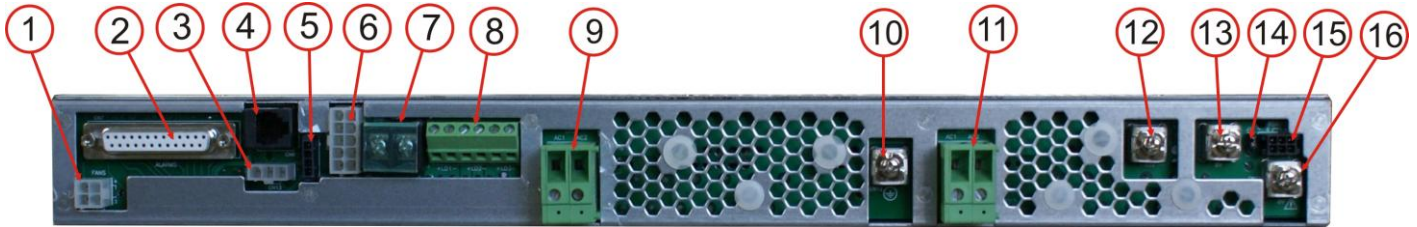

Figura 15 – Conexões elétricas.
O borne de carcaça (figura 15, marcador 10) deve ser conectado diretamente a malha de terra através de cabo de 2,5mm² (cor verde/amarelo e terminal forquilha apropriado).
O aterramento do 0V (+BT) deve ser realizado através de cabo de 2,5mm², cor verde/amarelo e terminal forquilha apropriado entre o borne de 0V (figura 15, marcador 16) e um ponto de aterramento. Esta conexão torna a saída SELV (Safety Extra Low Voltage).
Permite a instalação de até 3 consumidores através de bornes (figura 15, marcador 8). Estes bornes permitem a conexão de cabos flexíveis de até 4mm² sem o uso de terminais ou 2,5mm² com terminais agulha ou tubular, que devem ser instalados de acordo com a tabela abaixo (cor azul para polaridade negativa ("-") e cor vermelho para polaridade positiva ("+")).
Uma saída direta do barramento CC (saída das UR(s)) é disponibilizada através de uma barra de conexão (figura 15, marcadores 12 e 13) para casos em que exista a necessidade de instalação de um número maior de consumidores.
As entradas de alarmes reservas e os alarmes de contato seco são disponibilizados através do conector tipo DB25 fêmea no back-plane (ver figura 15, marcador 2) de acordo com a tabela apresentada no item 3.6. Um conector macho com kit de retenção é disponibilizado para cada sistema. Caso necessário, é permitido o agrupamento entre eles para simplificação dos alarmes emitidos (configuração série para contatos NA dos alarmes integrados ou paralelo para NF).
O cabo sensor de temperatura para o banco de baterias (PL-96/2m de comprimento) deve ser instalado no conector RJ11 (figura 15- marcador 4) e seu sensor fixado próximo ao monobloco de bateria mais quente.
O cabo sensor de temperatura ambiente (PL-96A/2m de comprimento) deve ser instalado no conector Mini-Fit Jr. 3 vias (figura 15 – marcador 3) e seu sensor fixado no local a ser monitorado.
O sistema permite o controle e a supervisão de até 2 grupos de ventiladores externos com tensão nominal de 48Vcc. Para o uso de um ventilador por grupo, a instalação destes ventiladores pode ser feita através do conector Mini-Fit Jr. 4 vias de acordo com a tabela apresentada no item 3.5 (figura 15, marcador 1).
Permite a instalação de um banco de baterias (48Vcc) através de barras de conexão (figura 15, marcador 7). Estes bornes permitem a conexão de cabos de até 6mm² com o uso de terminais do tipo forquilha, que devem ser instalados de acordo com a serigrafia (cor preta para polaridade negativa ("BT") e cor vermelha para polaridade positiva ("BT+")).
Para operação sob potência máxima, o instalador deverá conectar o equipamento à rede elétrica de 220Vca (fase-fase ou fase-neutro)¹ aos bornes mostrados na figura 15, marcadores 9 e 11. Para cada via deverá ser utilizado um cabo de 2,5mm². Recomendamos as cores branco, amarelo ou cinza para fases e azul para o neutro.
Esta interface é utilizada para a ampliação do número de URs ou para a supervisão de periféricos externos através da US (vide conector mostrado na figura 15, marcador 15). Se esta interface não for utilizada, o jumper identificado como "END" (figura 15, marcador 14) deve ser curto circuitado. A tabela abaixo mostra a descrição dos pinos: